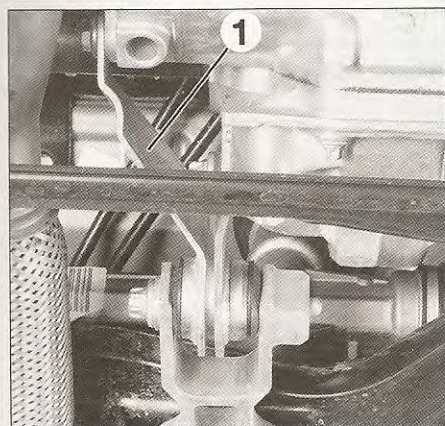

FIG. 1
- Desmontar la pinza (1) del tirante antibasculamiento (fig. 1).